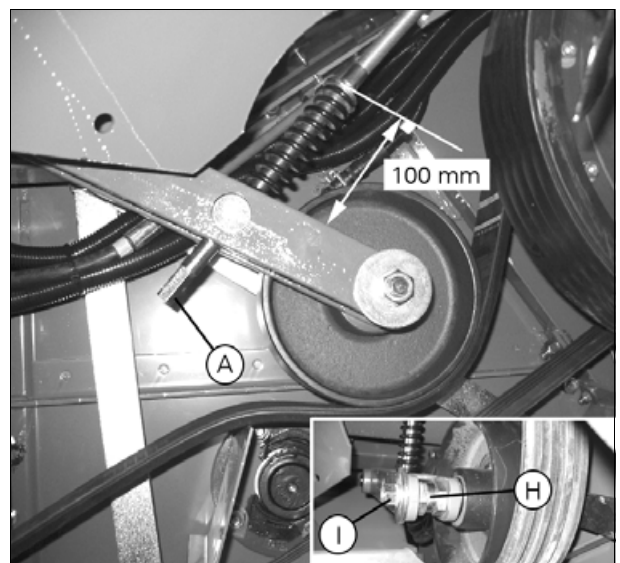

Рис. 17.
**ВАЖНО:** Убедитесь, что ремень расположен в середине натяжного шкива. При необходимости отрегулируйте эксцентрик (H) (рис. 17). Отверните гайку (I) (рис. 17) и поверните два шестигранника эксцентрика, так чтобы ремень был расположен прямо на шкиве.